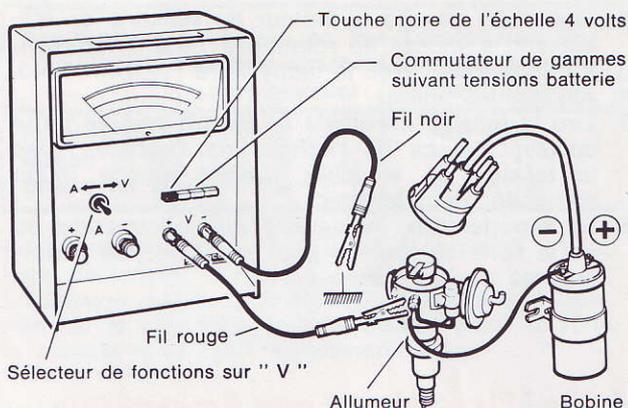

Figure 7
1. Placer le commutateur sur V (figure 7).
3. Effectuer le branchement comme indiqué sur la figure 7, c'est-à-dire :